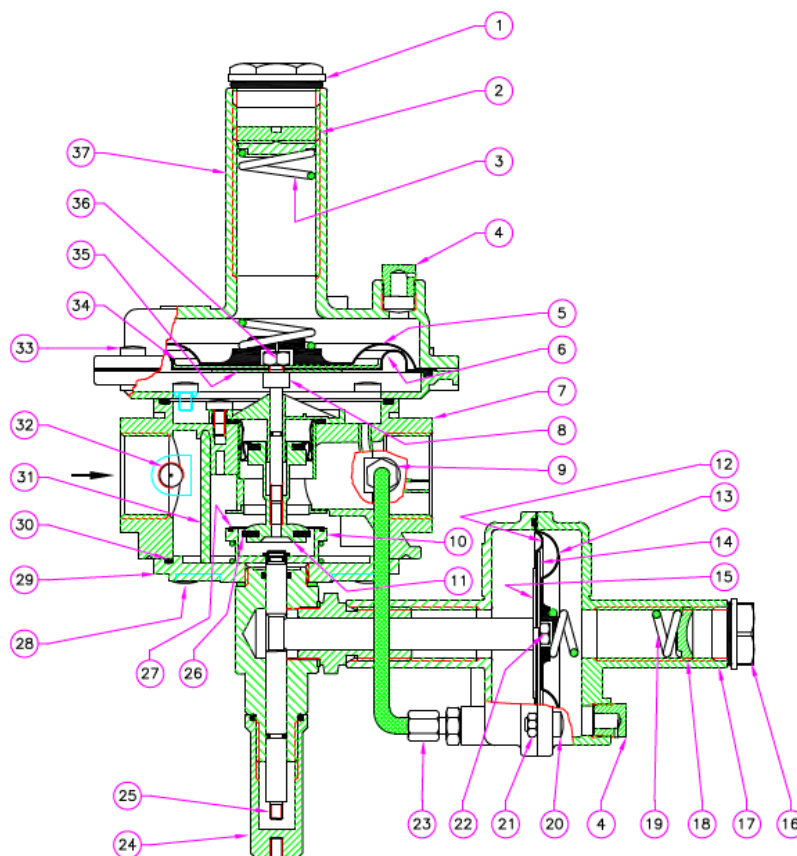

Рис. 1
Регулятор (рис. 1) алюминиевая крышка (1); регулировочный винт выходного давления (2); пружина настройки выходного давления (3); крышка с отверстием (4); защитная мембрана регулятора (5); рабочая мембрана регулятора (6); корпус (7); стержень обтюратора (8); соединительная трубка (9); раструб обтюратора (10); затвор (11); рабочая мембрана ПЗК (12); защитная мембрана ПЗК (13); диафрагма верхнего диска (14); нижний диск мембраны ПЗК (15); пластиковая крышка (16); воронка ПЗК (17); регулировочный винт ПЗК (18); пружина настройки ПЗК (19); винт крепления воронки ПЗК (20); гайка М5 (21); блокировка мембраны гайки (22); соединения трубки (23); защитный колпачок рукоятки взвода (24); рукоятка взвода регулятора (25); уплотнительная шайба (26); уплотнительное кольцо (27); нижние крепежные винты (28); нижняя крышка регулятора (29); нижнее уплотнительное кольцо (30); фильтрующий элемент (31); заглушка (32); винты крепления воронки регулятора (33); верхний диск мембраны регулятора (34); нижний диск мембраны регулятора (35); гайка крепления мембраны (36); воронка регулятора (37).